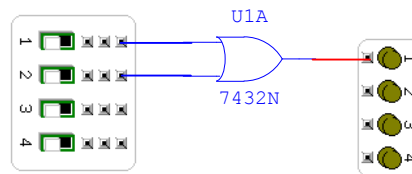

Figura 1
- a. Simule con SimuladorDigital0_95 el circuito de la figura 1. Siga las siguientes pautas: